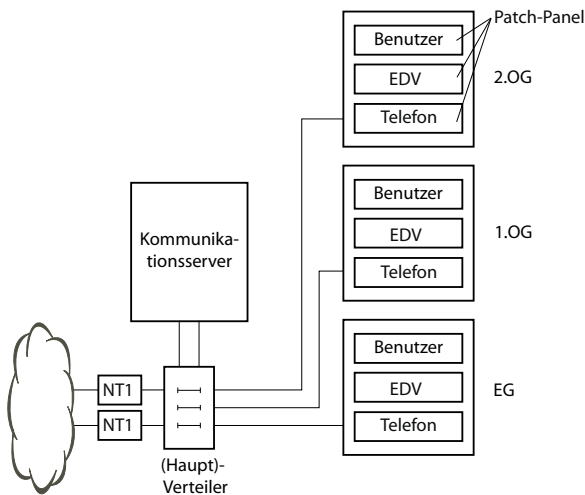
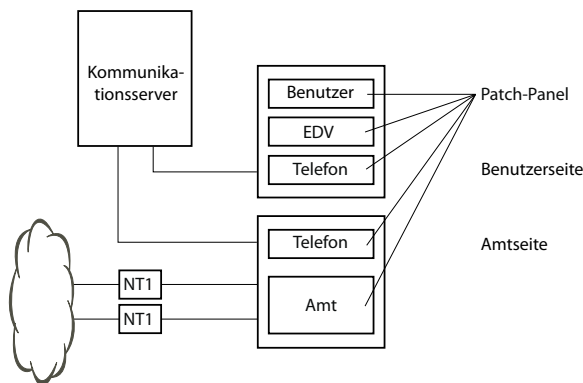

Fig. 26 Anschluss an UGV über (Haupt)-Verteiler (Beispiel)
Fig. 27 Anschluss an UGV über Wiring Center (Beispiel)
- Indirektanschluss über (Haupt)-Verteiler und ev. universelle Gebäudeverkabelung (UGV) (siehe auch Fig. 26 und Fig. 27).